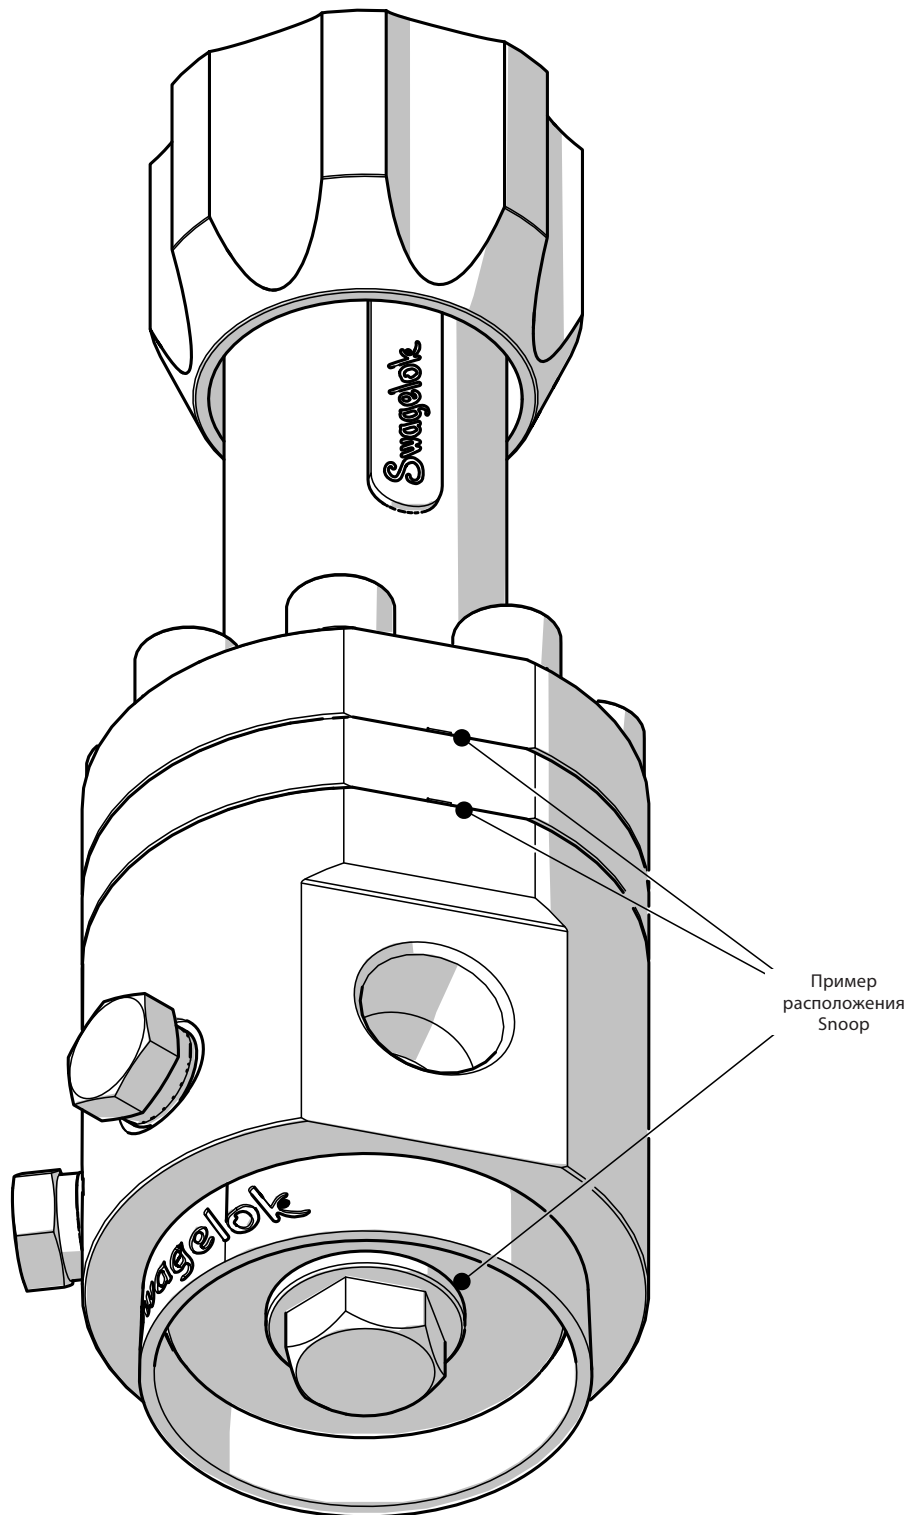

Рис. 20
4. С помощью жидкостного течеискателя проверьте, нет ли пузырьков в дренажном отверстии корпуса пружины/купола и в месте сопряжения заглушки с корпусом (см. Рис. 20).